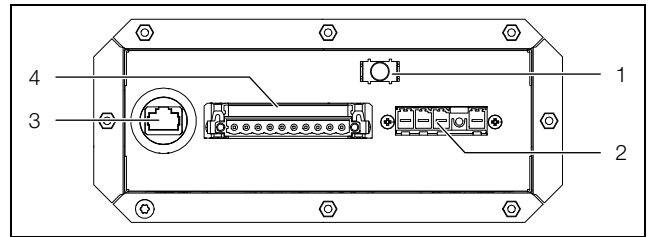

Abb. 33: Anschlussbox
- Der Schirm des Kabels kann innerhalb der Anschlussbox mit der Erdungsklemme zum Gehäuse kontaktiert werden (Abb. 33, Pos. 1).